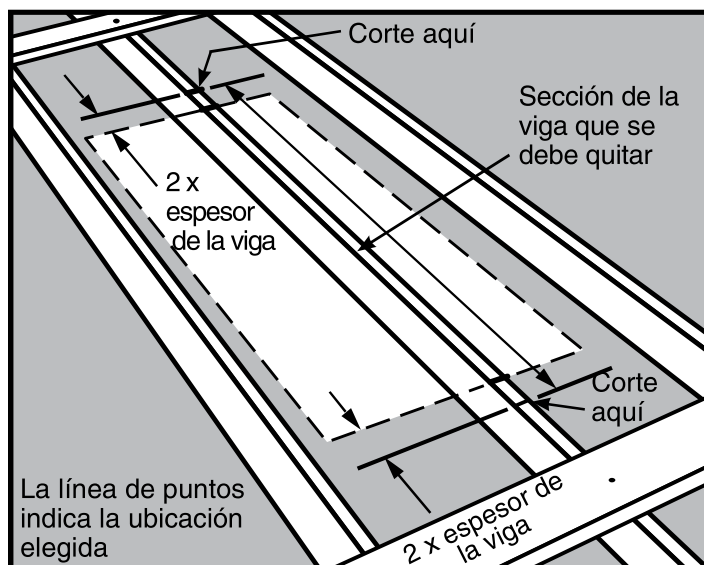
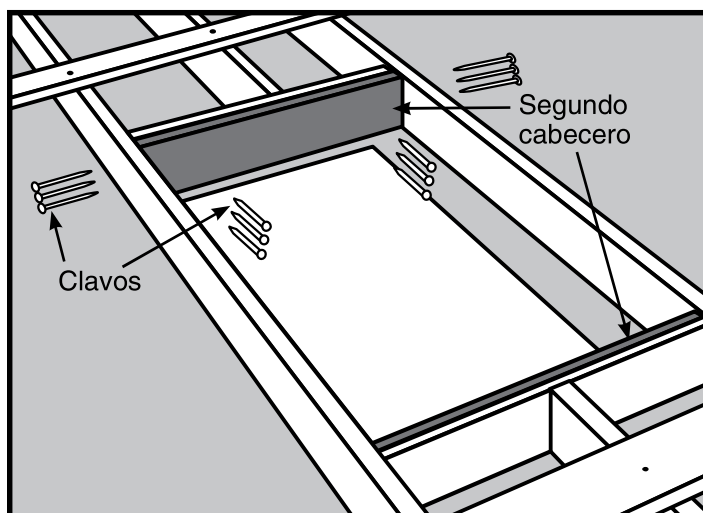

Figura 10
Figura 16
PASO 4. Determine dónde se debe(n) cortar la(s) viga(s). La Figura 10 muestra dónde marcar la(s) viga(s) que atraviesan la ubicación elegida. Tenga en cuenta que la(s) viga(s) debe(n) marcarse por fuera de la ubicación elegida, a una distancia del borde de la misma que sea igual al doble del espesor de las vigas (generalmente 76.2 mm / 3 pulgadas). Esto deja espacio para colocar dos cabeceros del tamaño de las vigas contra cada extremo de la(s) viga(s) cortada(s) (vea la Figura 16 de la página 39).
- PASO 6.** Coloque un segundo cabecero contra el primero, y únalo al primero con tres (3) clavos 16d en cada espacio entre vigas (vea la Figura 16).
- PASO 7.** Inserte tres (3) clavos 16d en cada extremo del segundo cabecero, a través de las vigas (vea la Figura 16).